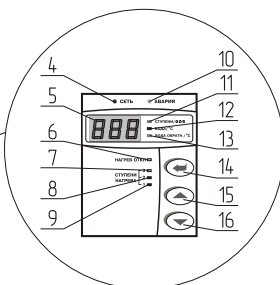

Рис.1 Расположение органов управления панелей правления
4.1. Панель состоит из металлического корпуса настенного исполнения с дверцей, в котором установлены элементы коммутации и защиты. Внешний вид панелей управления приведен на Рис.1.
Блок управления также позволяет выбрать количество используемых ступеней мощности электроводонагревателя С помощью переключателя ступеней на БУ можно выбрать одну, две или три ступени мощности электроводонагревателя, которые будут включаться при работе панели. Расположение органов управления и индикации на передней панели блока управления показано на Рис.1.
- Открыть крышку, предварительно отомкнув замки (поз.17 Рис.1) с помощью ключей, входящих в комплект;
6.6. Закрыть крышку щита и замкнуть замок (поз.17 Рис.1).
7.1. Общий вид и назначение органов управления, расположенных на передней панели щита, приведены на Рис.1.